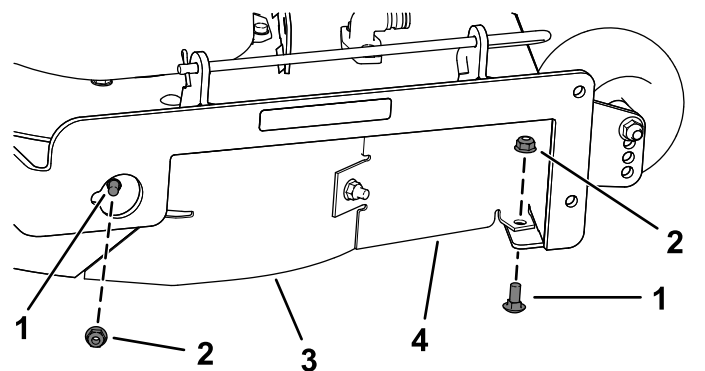

Figura 13
7. Îndepărtai cele 2 uruburi de fixare (5/16" x 3/4") i cele 2 contrapiulie (5/16") care fixează deflectorul drept i protecia deflectorului pe puntea mainii de tuns iarba (Figura 13).